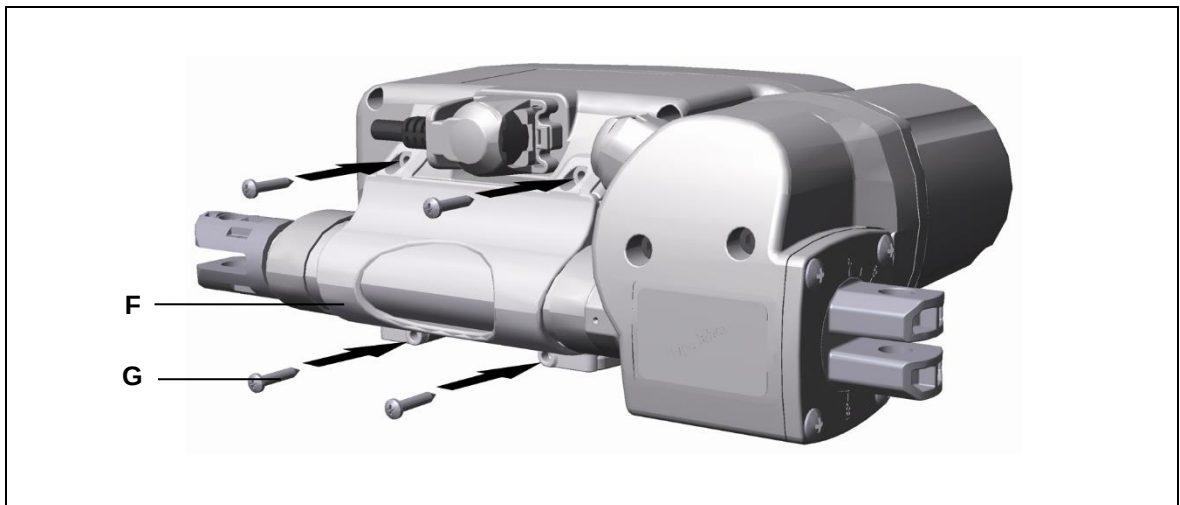

Abbildung 15 Montage der Befestigungsschelle
- 2 Der Motortopfdeckel des Antriebs MFZ muss in der Führung (C) liegen, wie in Abbildung 15 gezeigt.
- 3 Verschrauben Sie die Befestigungsschelle (F) an der Steuerung MCL II.